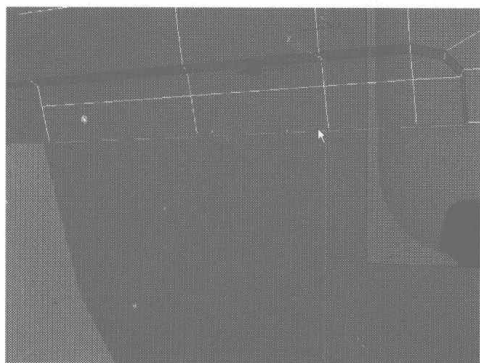
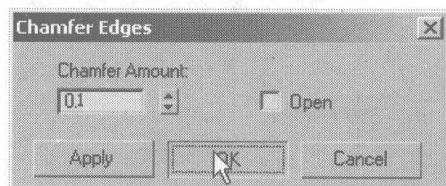

图 4.300
图 4.301
- 07** 选择如图 4.300 所示的曲线，在 Edit Edges 卷展栏中单击 **Chamfer** 右侧的小按钮，在弹出的对话框中设置倒角参数，如图 4.301 所示，然后将倒角后的一些多余的节点进行焊接。